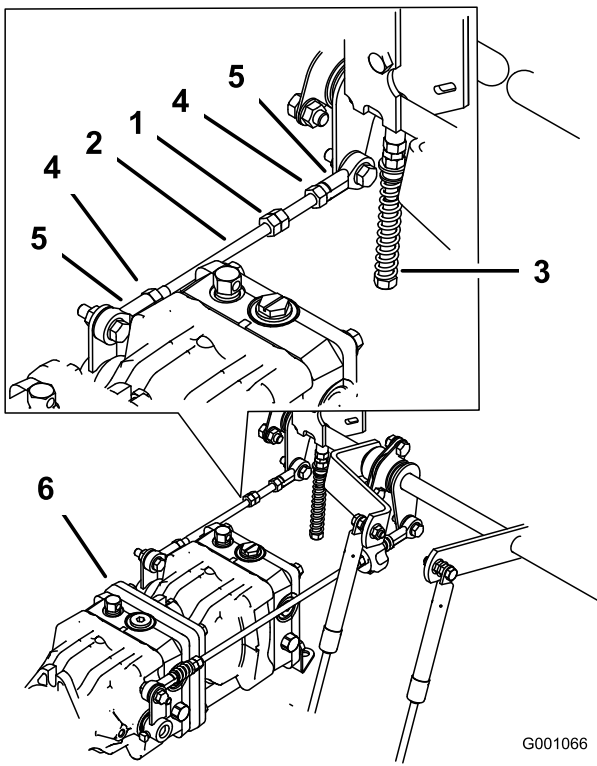

Bild 79
1. Lockern Sie die Sicherungsmuttern an den Kugelgelenken der Pumpensteuerungsstange (**Bild 79**).
3. Stellen Sie die Länge der Pumpstange ein, indem Sie die Doppelmutter an der Stange so weit in die entsprechende Richtung drehen, bis das Rad stillsteht oder sich leicht zurückdreht (**Bild 79**).
6. Ziehen Sie die Klemmmuttern an den Kugelgelenken fest (**Bild 79**).